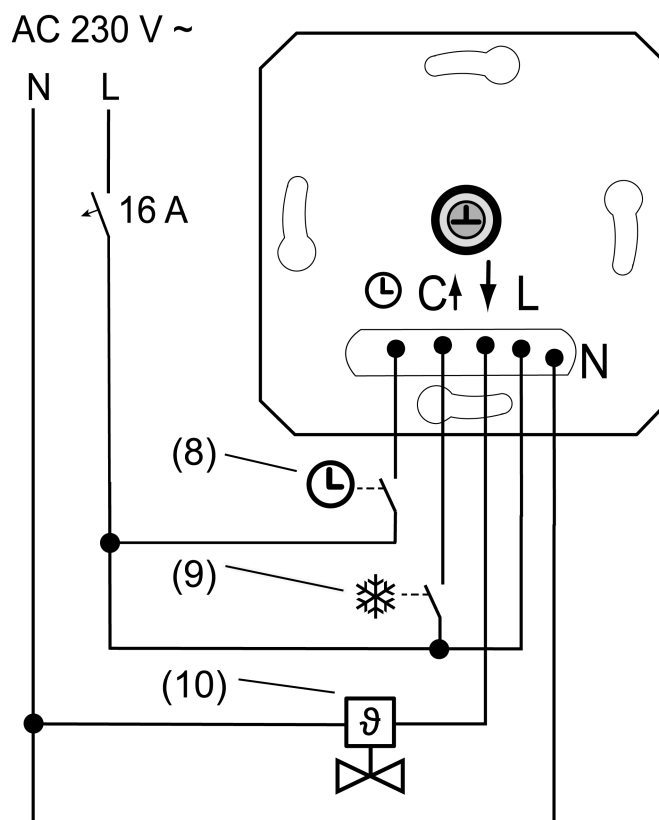
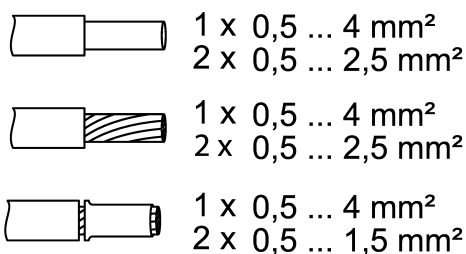

рисунок 2: Пример подключения вставки
рисунок 3: Сечение провода под клемму
- Подключите электротермический сервопривод (10) к вставке (1) согласно монтажной схеме (см. рисунок 2). Соблюдайте сечение проводов (см. рисунок 3).
- В качестве опции подключите вход в режиме понижения температуры ⊕ через переключающий контакт центральных часов (8). При напряжении 230 В на входе настроенная заданная температура понижается на 4 °C.
- В качестве опции подключите вход в режиме охлаждения C через переключающий контакт отопительной установки (9). При напряжении 230 В на входе C активируется режим охлаждения. При